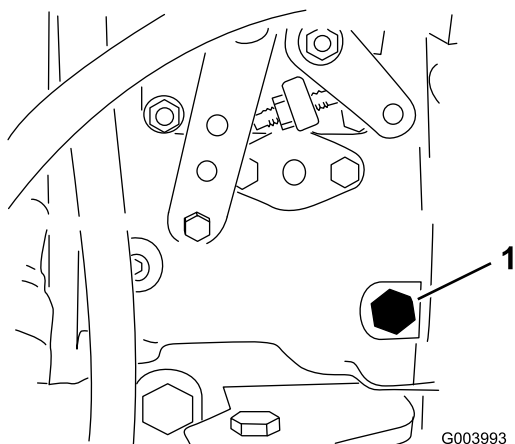

Figura 37
3. Con una chiave di 12 mm aprite le viti di spurgo dell'aria, situata sulla pompa di iniezione del carburante (Figura 37).